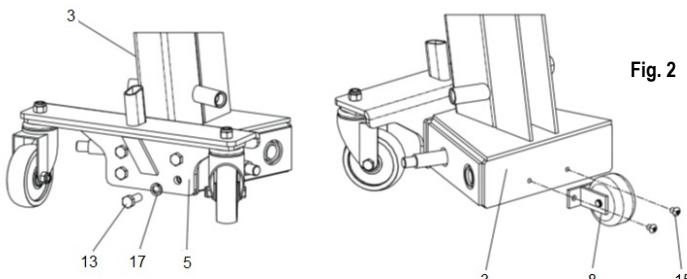

Fig. 2
- Utilizar o parafuso (13 - Fig. 2) e a anilha elástica (17 - Fig. 2) para conectar o conjunto da roda traseira (5 - Fig. 2) com a estrutura (3 - Fig. 2). Com o parafuso (15 - Fig. 2), fixar os componentes da roda auxiliar (8 - Fig. 2) na estrutura (3 - Fig. 2) e travar os parafusos.